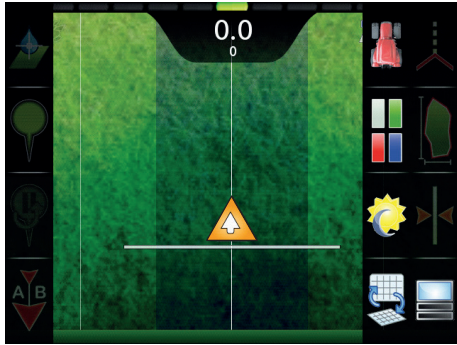

Fig. 378
- 2 Tryck **F8**. En lista med val för displaylägen syns (Fig. 378). Om du trycker på en tangent aktiveras den motsvarande funktionen: **F2** ändrar traktor-teman (par.12.8.1); **F4** ändrar sprut-teman (par.12.8.2); **F6** ändrar mellan displayläge dagtid/nattetid (par.12.8.3); **F8** ändrar mellan 2D/3D-displayläge (par.12.8.4);